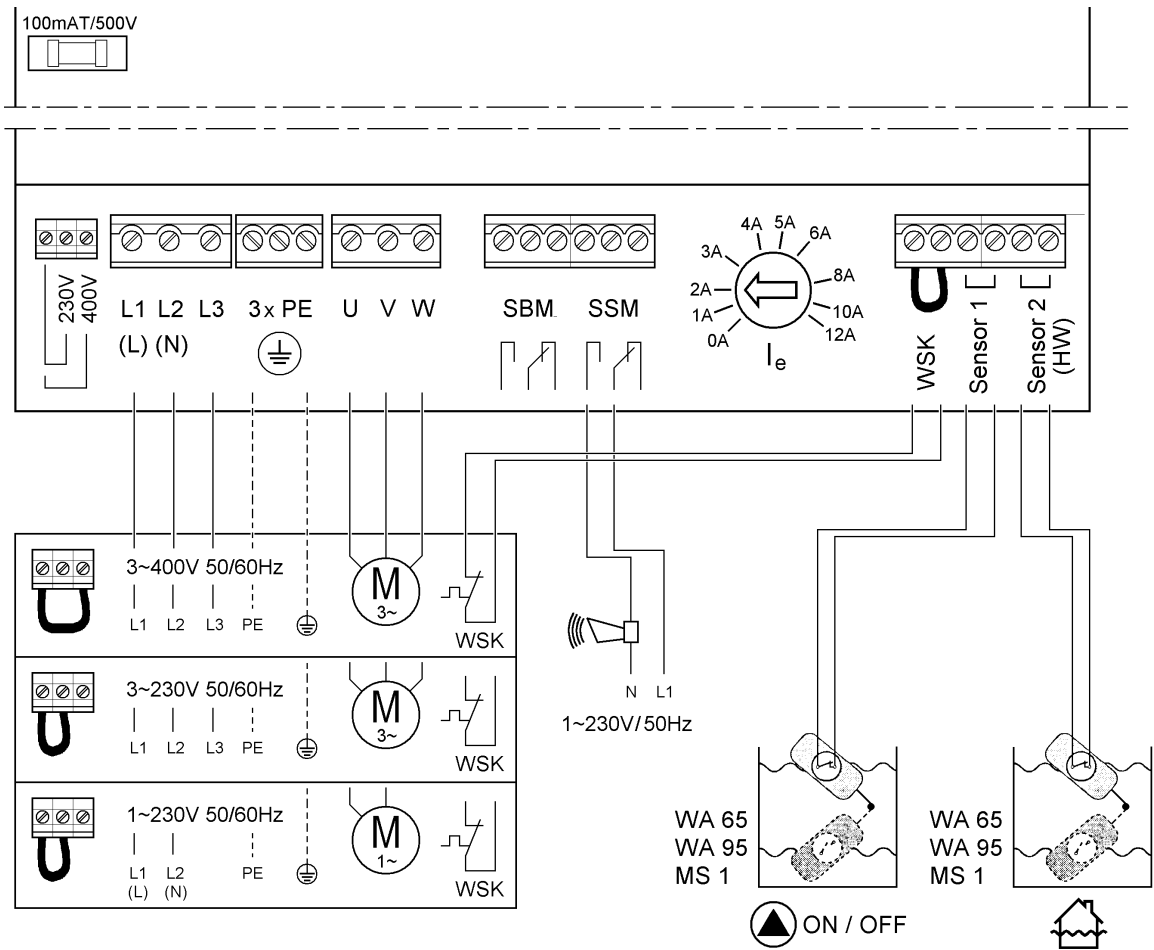

Fig. 2:
5.2 Elektrisk anslutning (Fig. 2)